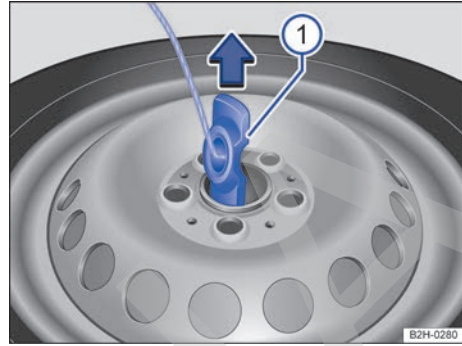

Fig. 180 Sacar el soporte para llantas del orificio de la llanta.
- Coloque el soporte para llantas → fig. 180 ① en vertical y extráigalo del orificio de la llanta, en el sentido de la flecha.